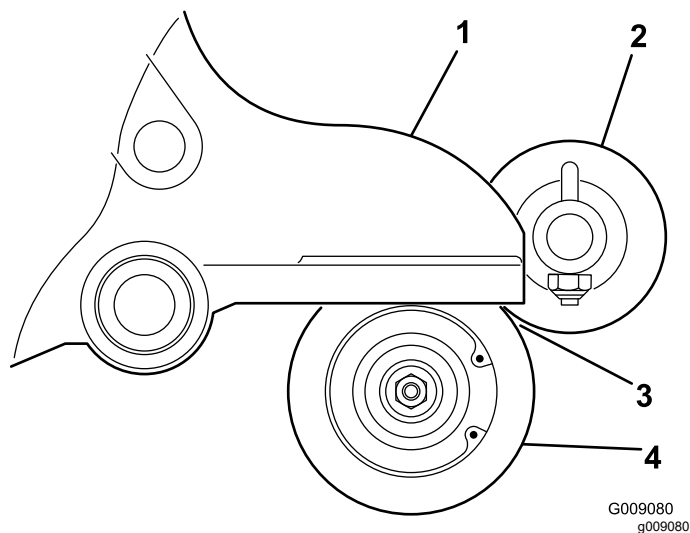

図 14
16. ローラブラシが、後ローラに軽く接触するローラに軽く載った状態になるようにローラブラシの位置を決める 図 14。